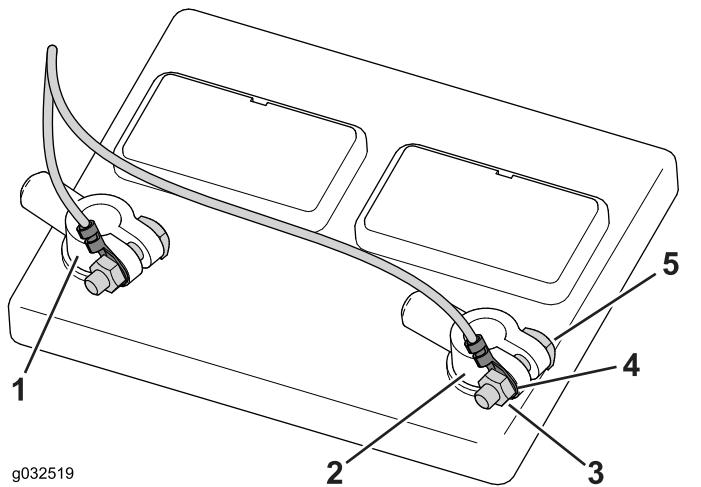

図 44
2. バッテリーから、まずマイナス側のクランプをゆるめて外し、次にプラス側のクランプを同様に外す図44。
3. 端子ボルトからナットを外す図44。
4. マイナス端子にマイナスコネクタ黒線を取り付け、ナットで仮止めする図44。
5. プラス端子にプラスコネクタ赤線を取り付け、ナットで仮止めする図44。
6. バッテリーのプラス端子にプラスクランプを取り付け、その後にマイナス端子にマイナスクランプを取り付ける図44。